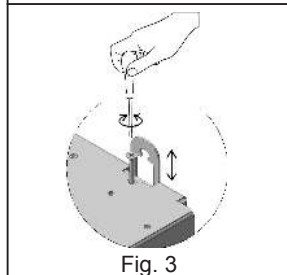

Fig. 3
- b) Soporte de nivelación trasero con fijación con tacos de expansión suministrado de serie (Fig. 3)